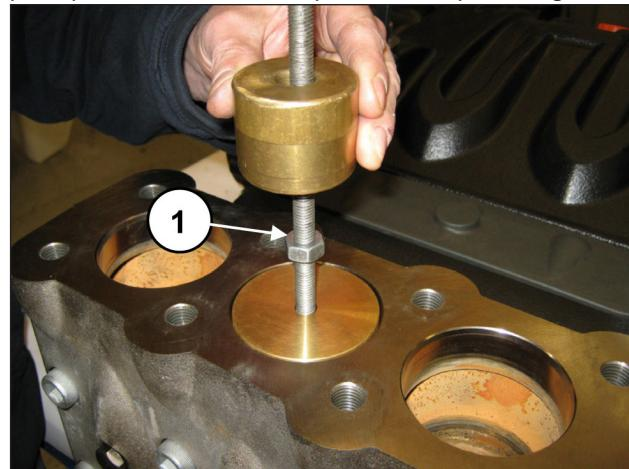

Fig. 98
Extraia a tampa da válvula com o uso de um martelo extrator para aplicar o furo M10 da tampa da válvula (pos. ①, Fig. 98).